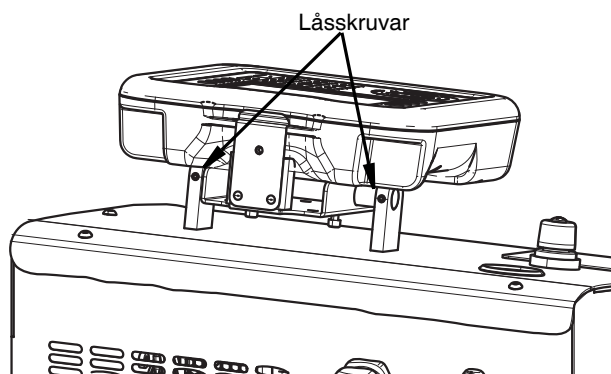

FIG. 12
1. Lossa de båda ställskruvarna på ADM-fästena med en 2,5 mm insexnyckel. Se FIG. 12.